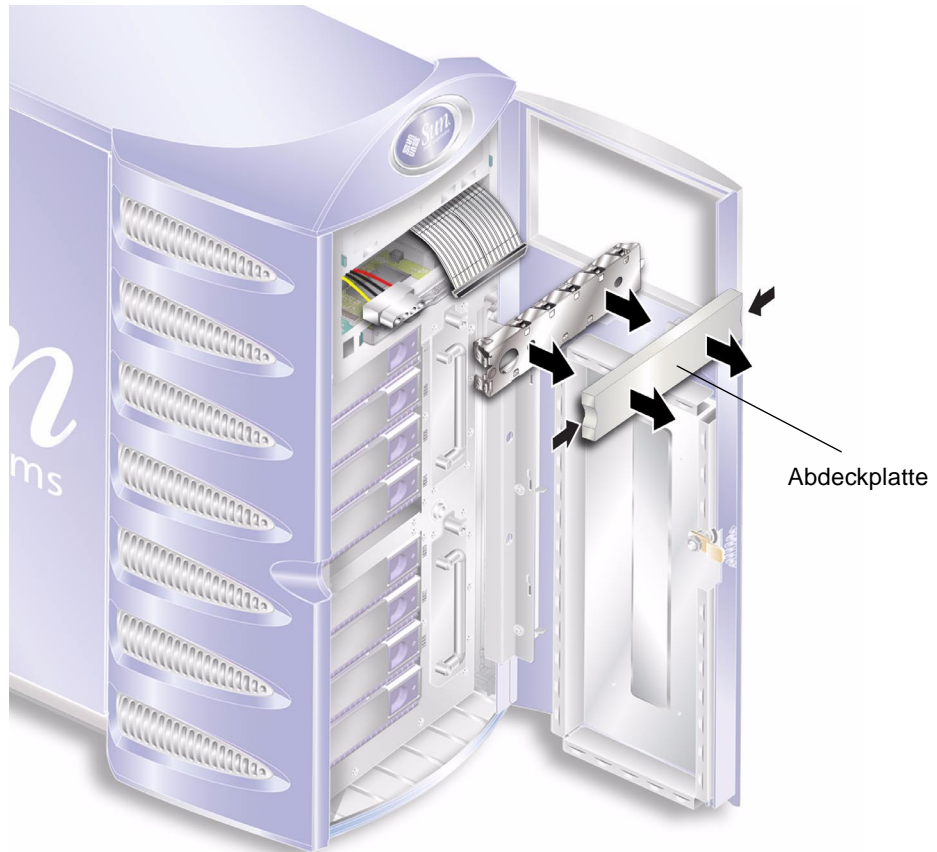

ABBILDUNG 1-27 Entfernen der Bandlaufwerks-Abdeckplatte
- 4. Entfernen Sie die Abdeckplatte. Siehe ABBILDUNG 1-27.**